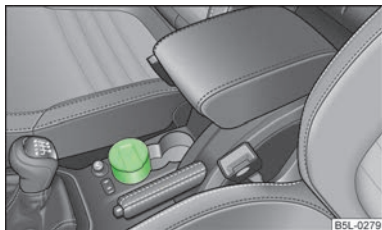

Fig. 67
- Sacar el cenicero » fig. 67 hacia arriba.